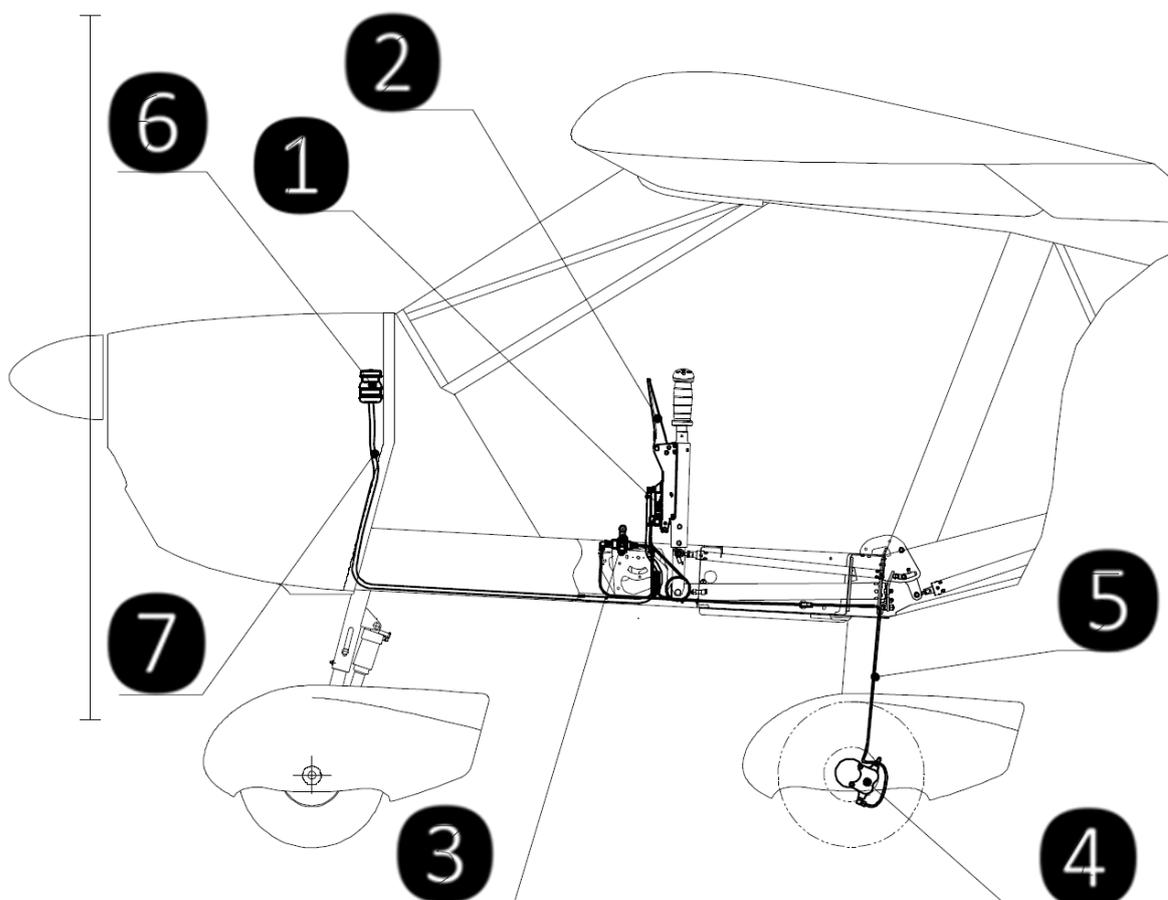

Fig. 8 : système de freinage
Les freins principaux (Fig. 8) sont actionnés hydrauliquement par le levier de frein (2) (installé près du manche (2)).